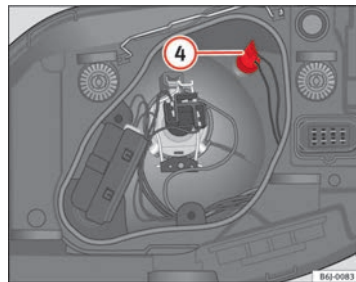

Fig. 146 Feux de position
- Retirez la douille d'ampoule ④ ⇒ fig. 146 vers l'extérieur.
- ③ Feux de croisement
- ④ Clignotant